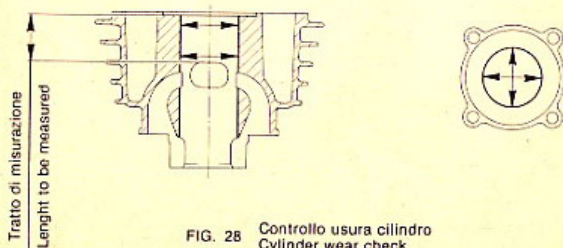

FIG. 28 Controllo usura cilindro
- 2) Controllare con un alesametro l'usura della canna misurandola in due direzioni a 90° tra loro (una parallela e l'altra perpendicolare all'asse dello spinotto). Ripetere le misure in più punti nel tratto compreso tra il piano superiore e la luce di scarico (fig. 28). La massima usura consentita rispetto alla misura nominale è di $0,02$ mm. Oltre tale limite si consiglia la sostituzione.